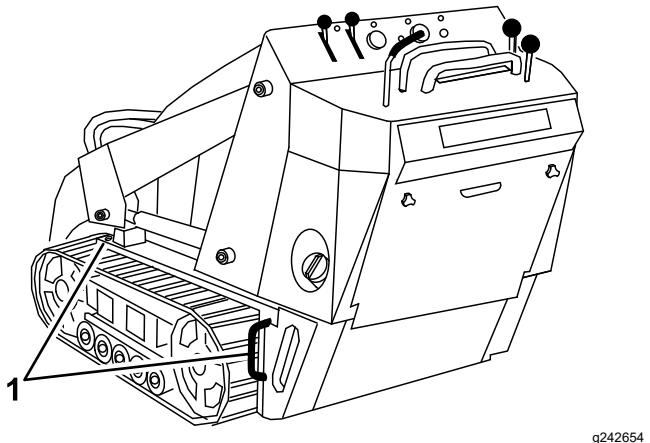

Figura 22
8. Use los puntos de amarre metálicos de la máquina para amarrar firmemente la máquina al remolque o camión con correas, cadenas, cables o sogas (Figura 22). Consulte la normativa local respecto a los requisitos de amarre.
Puede izar la máquina usando los puntos de amarre/izado; consulte Figura 22.